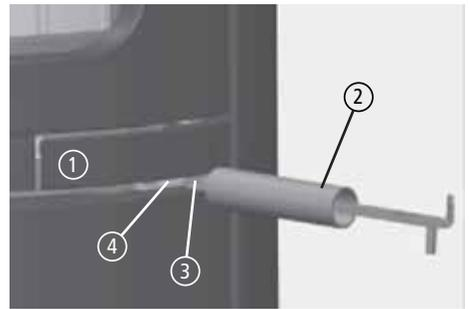

Abb. 6.2 Türgriff und Bediengriff
Den VISPA können Sie mit dem abnehmbaren Bediengriff ② („kalte Hand“) öffnen. Dazu wird dieser Bediengriff mit dem flachen, kurzen Steg ③ in die Nut unterhalb des Türgriffs ④ gesteckt (siehe Abb. 6.2).